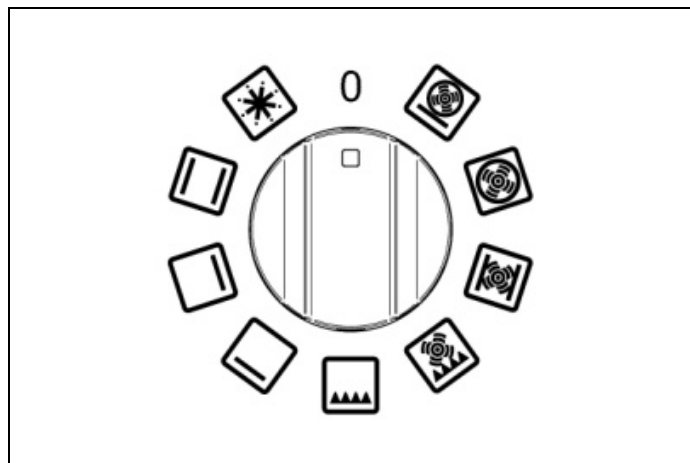
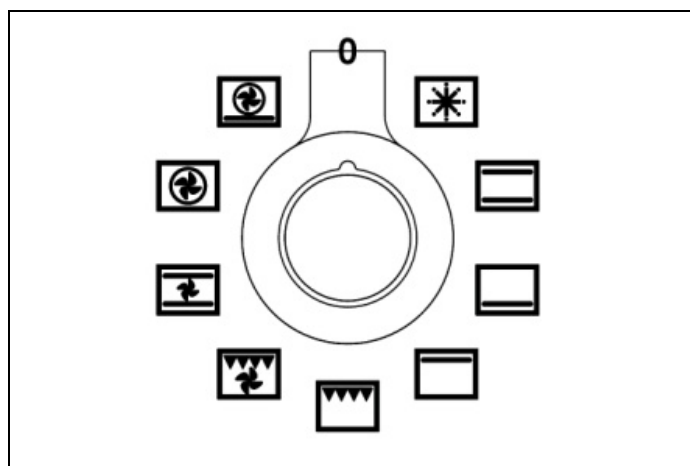
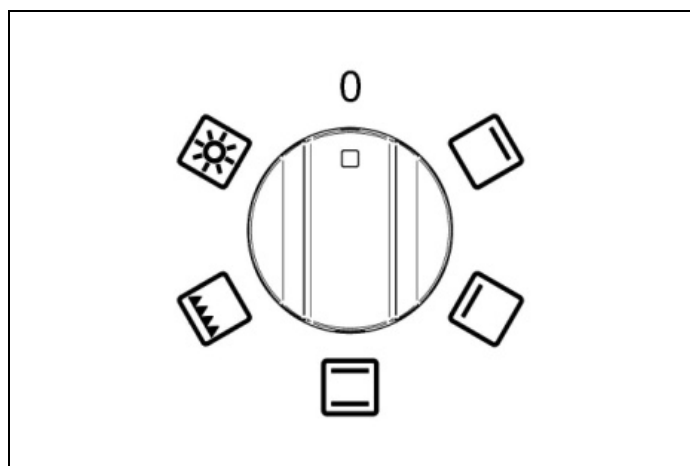
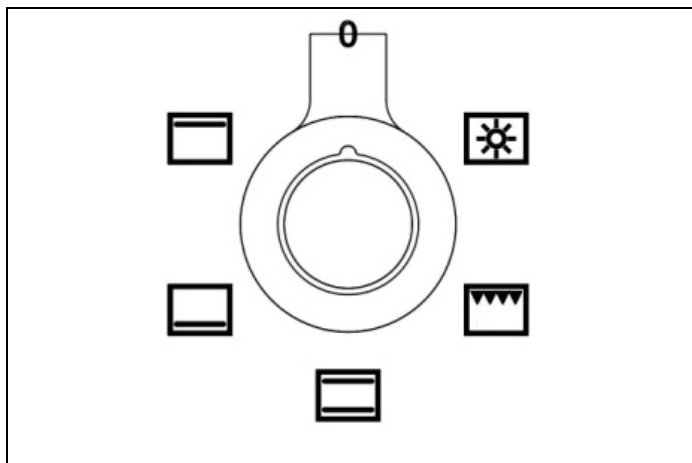

Fig. 21
Fig. 22
Fig. 23
Fig. 24
- 1) Ruotare la manopola funzioni (Fig. 21 - Fig. 22 e Fig. 23 - Fig. 24) in senso orario per selezionare la funzione che si desidera utilizzare.